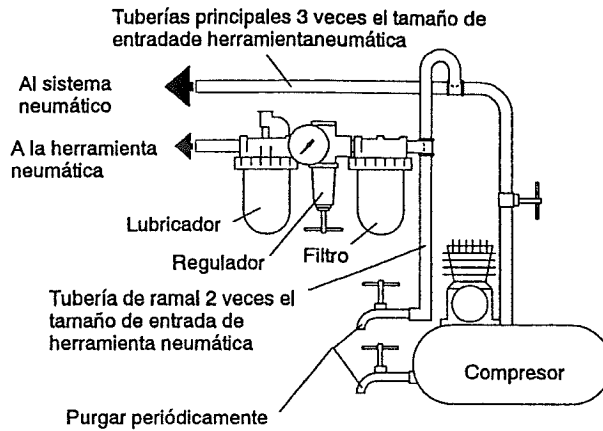

Figura 1
- Asegúrese de que todos los racores y mangueras sean del tamaño correcto y estén bien apretados. La Figura 1 muestra una disposición característica de las tuberías.